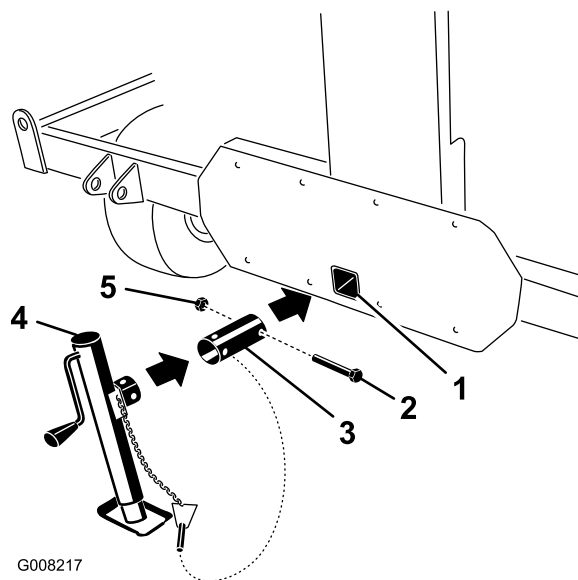
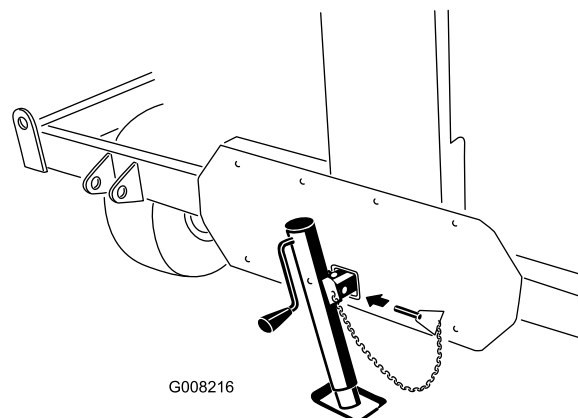

Figura 8
Figura 9
2. Introduzca el tubo del gato en el orificio de montaje de la barra de tiro (Figura 8).
4. Usando el perno y la tuerca que retiró anteriormente, sujete el tubo al procesador de terrones (Figura 8).
5. Coloque el gato sobre el tubo, alinee los taladros de montaje y sujete el conjunto con el pasador de seguridad (Figura 8 y Figura 9).